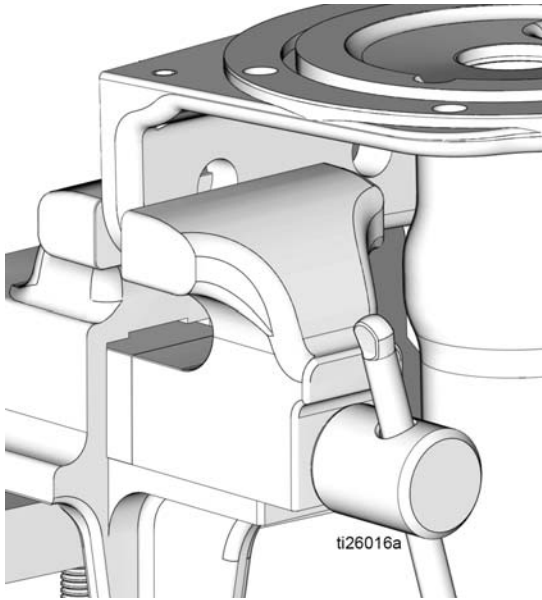

图 29
1. 使用干净的布向下擦拭泵底座 (1)，除去任何脏污或污染物。检查表面有无擦伤或损坏。若泵底座损坏，更换泵。
2. 根据需要，将泵底座 (1) 重新放置在老虎钳中，如图 29 所示。